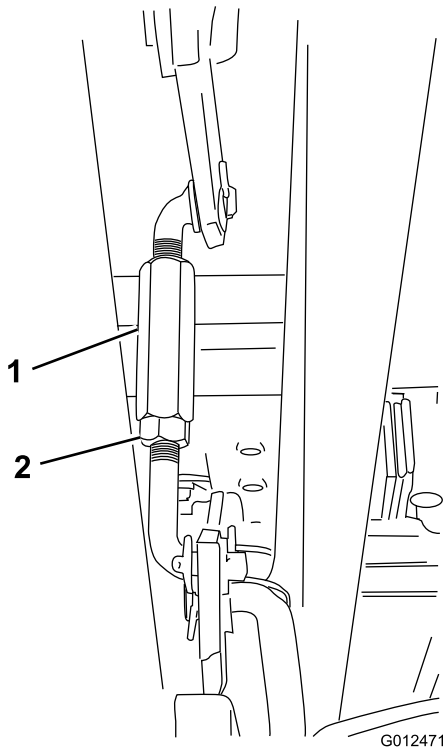

Figura 47
8. Allentate il controdamo all'estremità del tenditore (sul lato destro della macchina; fate riferimento a Figura 47) e regolate il controdamo stesso in modo che la distanza tra la punta anteriore della lama sinistra e la superficie piana sia 55 mm.